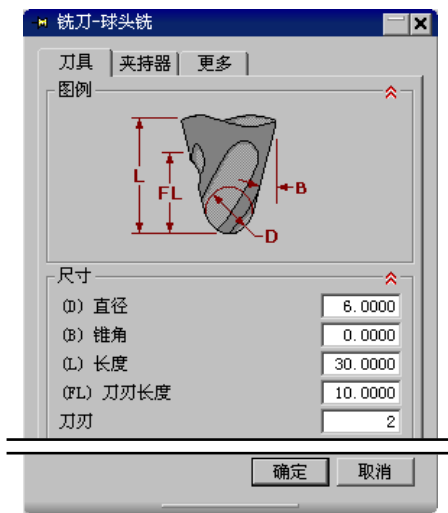

图 4.5.5 “铣刀-球头铣”对话框
Step2. 设置刀具类型和参数。在“创建刀具”对话框“类型”下拉列表中选择“mill_contour”选项，在“刀具子类型”区域中单击“BALL_MILL”按钮，在“位置”区域的“刀具”下拉列表中选择“NONE”选项，在“名称”文本框中输入刀具名称 B6，单击按钮，系统弹出“铣刀-球头铣”对话框，在对话框中设置图 4.5.5 所示的参数，设置完成后单击按钮，完成刀具的创建。